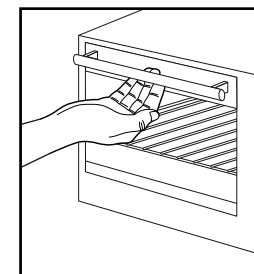

Figure 1
Étape 1 : tenez le milieu de la poignée du bout des doigts, par dessous (voyez la figure 1).